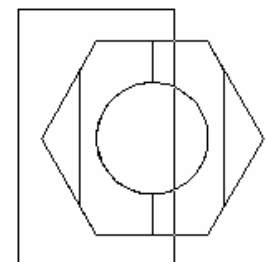

Рис. 5.16
- e) задать мышью границы нового вида (чуть больше половины модели) – рис. 5.16;